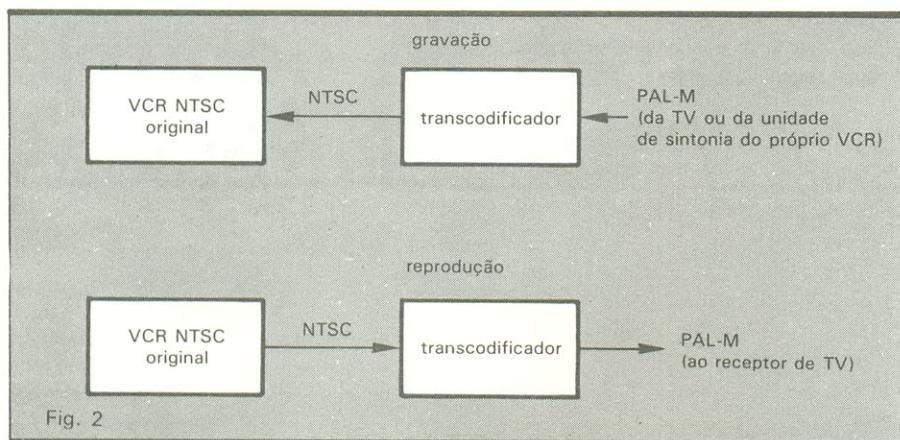

Fig. 2
**Transcodificadores** — Os transcodificadores são circuitos decodificadores e codificadores que realizam a passagem do sinal de croma de um sistema ao outro. Para permitir total versatilidade, ou seja, possibilitar a gravação e a reprodução, os transcodificadores englobam dois circuitos independentes: um para a passagem do sistema NTSC ao PAL-M e outro para a passagem do sistema PAL-M ao NTSC. Alguns incluem, ainda, a transformação para o sistema N-linha (fig. 2). Para realizar todas as funções, esses dispositivos utilizam vários circuitos integrados, cristais, bobinas etc., o que traz como consequência um elevado custo final.